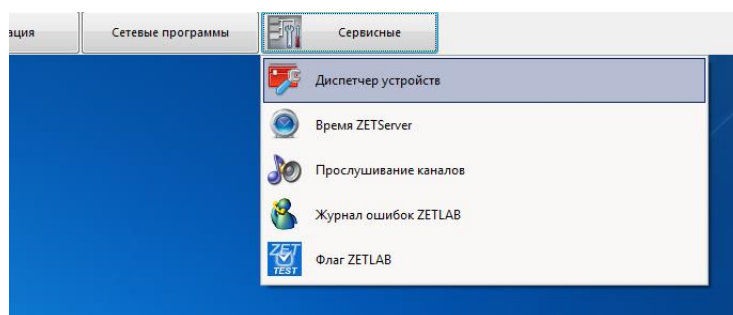

Рисунок 8
- на панели ZETLAB (Рисунок 3) в меню «СЕРВИСНЫЕ» выбрать программу «Диспетчер устройств» (Рисунок 8);